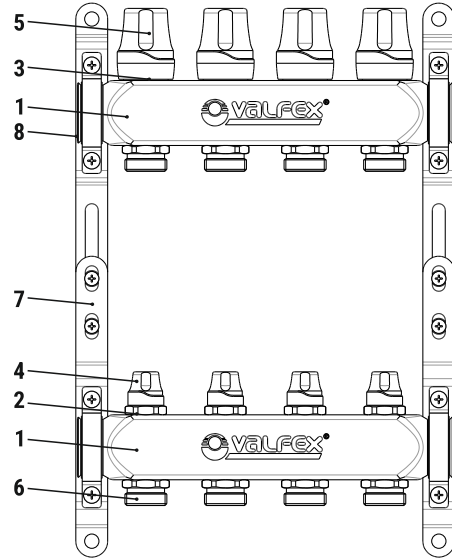

Рис. 1
- Состав коллекторного блока (Рис.1)